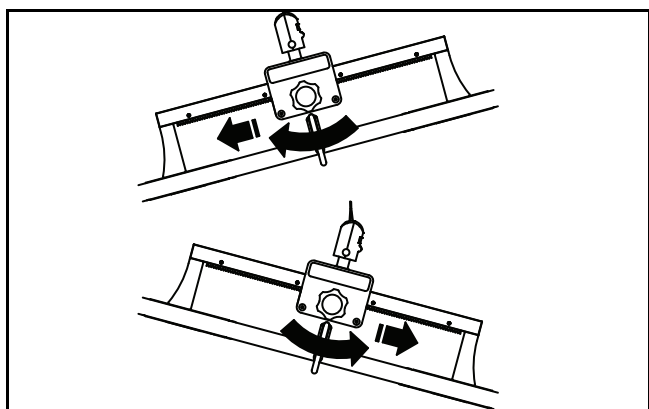

Fig. 10
- 4) Para suspender o suporte de maca na horizontal, rode um dos botões para mover o suporte de apoio na direção do lado mais pesado (a apontar para baixo) do suporte de maca (consulte a Fig. 10).